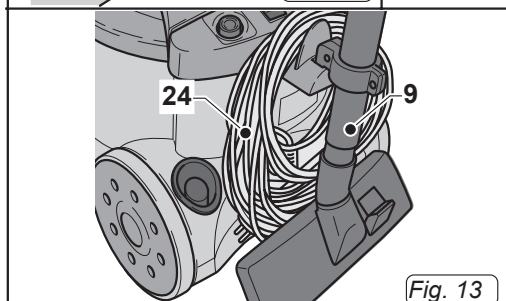

Fig. 13
- Avvolgere il cavo (24 Fig.13) e agganciarlo nell'apposita sede quindi agganciare il tubo (9 Fig.13) nell'apposito incastro.